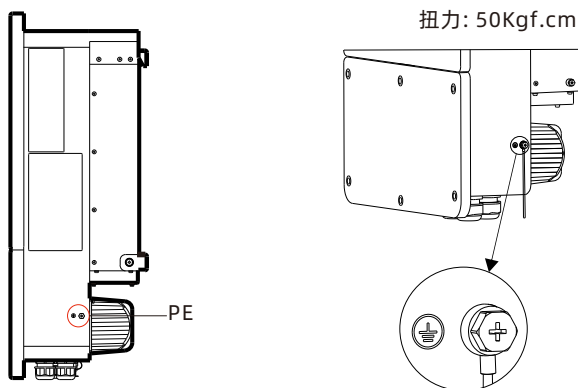

图 6.8 保护接地位置
- 4) WIT 4-15K-HU系列光储一体机保护接地位置如图6.8所示。